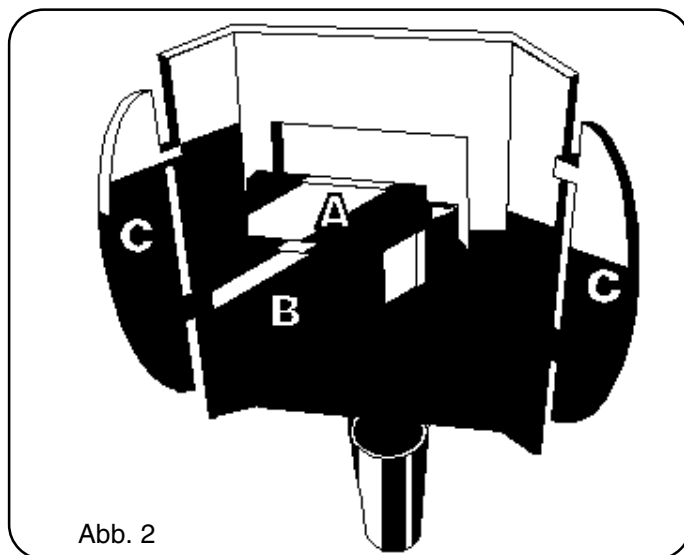

Abb. 2
Aus dem Spulenraum die ausgestatteten Gürtel herausziehen und sie in die bestimmten Sitze hineinstecken. Das Schutzschild (mit CE-Kennzeichnung) mit einem farbigen (unaktinischen) und einem weißen Schutzglas ausstatten, wie in Abb. 2 gezeigt.
Die Schweißstellung durch Wahlschalter (B) hinsichtlich der Schweißdicke nach den Angaben auf der Tafel auswählen. Der Brenner dem Schweißpunkt nähern. Die Maske (vorbereitet wie in Abb. 2) vor den Augen tragen.